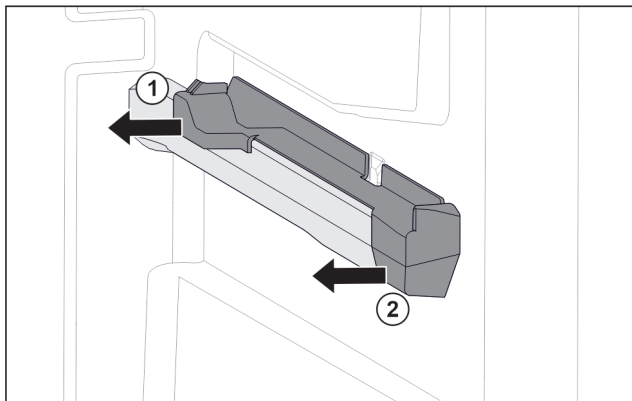

Fig. 148 Élément emboîtable sur la nervure de récipient droite
- Le retirer sur le côté par l'arrière. Fig. 148 (1)
- Le retirer sur le côté par l'avant. Fig. 148 (2)